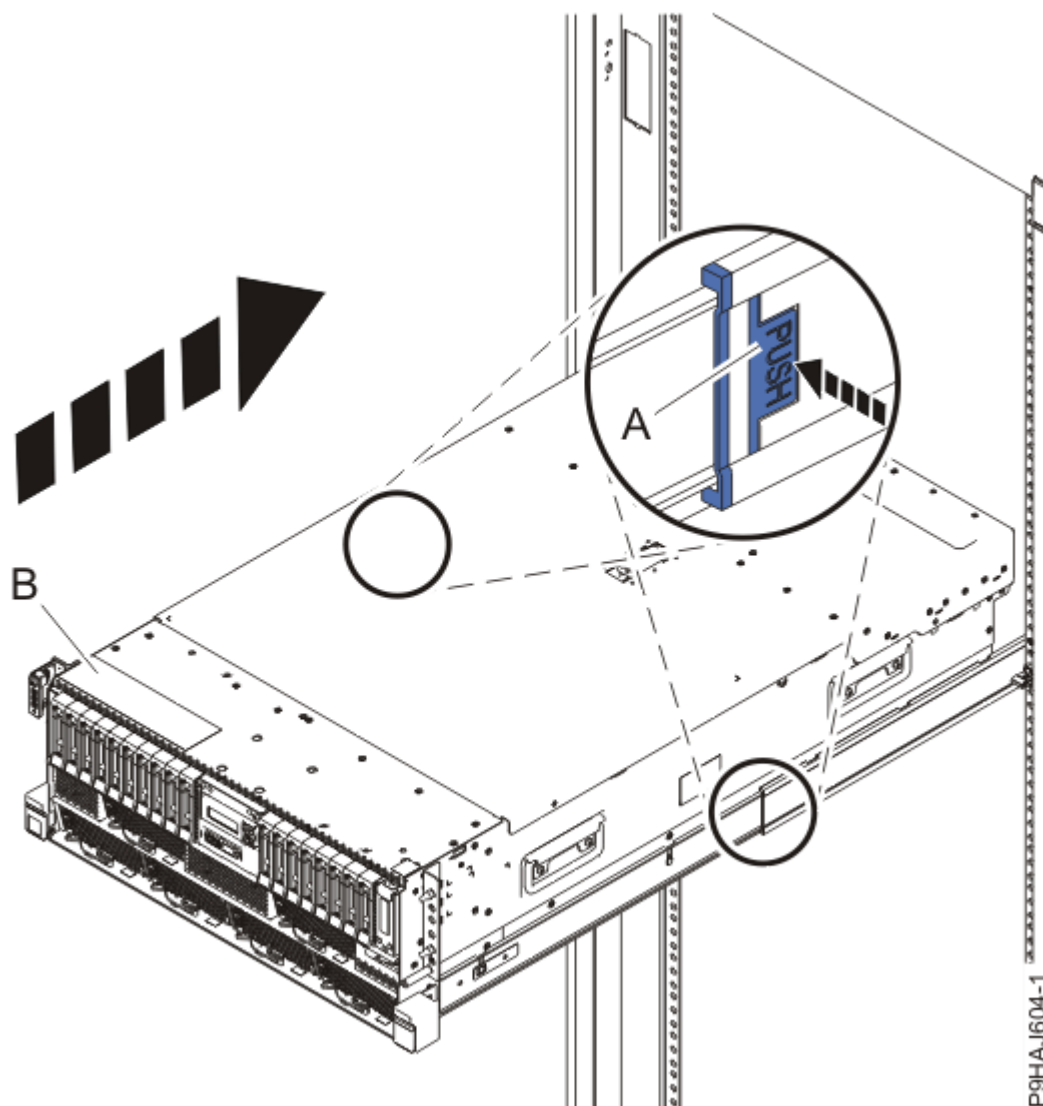

Figura 40. Colocación del sistema en la posición operativa
3. Para un sistema montado en bastidor, desbloquee los pestillos de seguridad de color azul de los rieles **(A)**, tal como se muestra en la Figura 40 en la página 46 presionándolos hacia dentro.